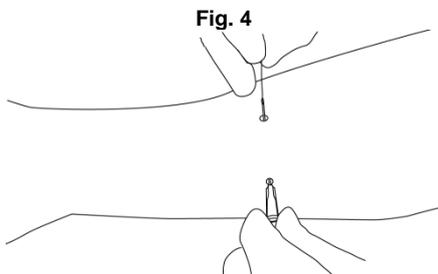
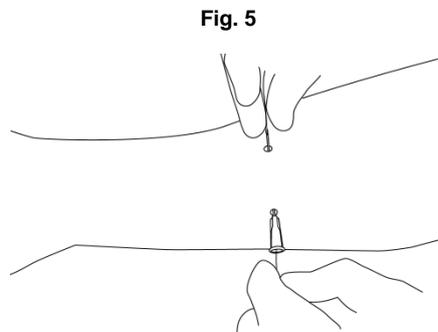

Fig. 4
Fig. 5
3. Rimuovere il catetere dal tubo di protezione e condurlo delicatamente all'interno dell'estremità appuntita della cannula dell'introduttore (fig. 4). Spingerlo **con attenzione** attraverso la cannula dell'introduttore fino a farlo comparire dalla parte opposta della cannula. Proseguire finché la membrana non è in posizione (fig. 5).